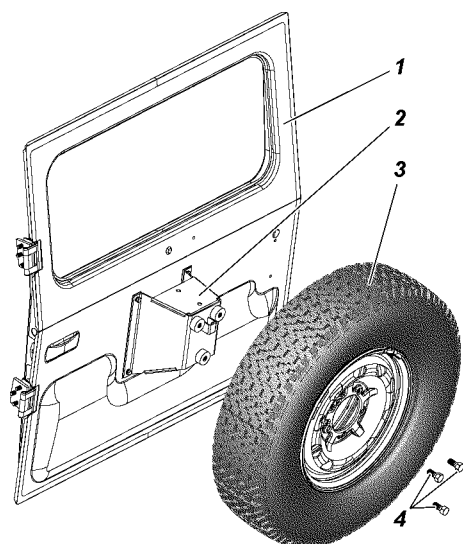

Рис. 11.2. Крепление запасного колеса на двери:
-на автомобилях с распашной дверью задка показано на рис. 11.2;